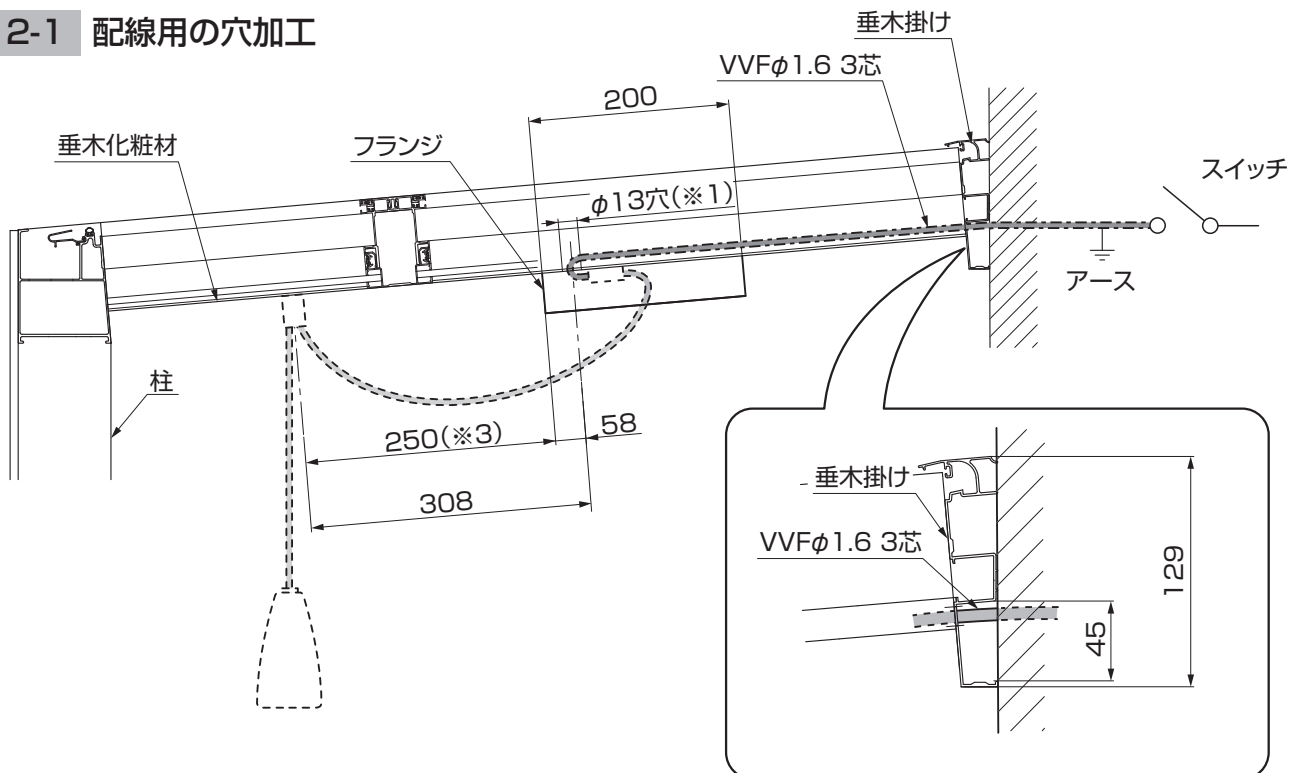
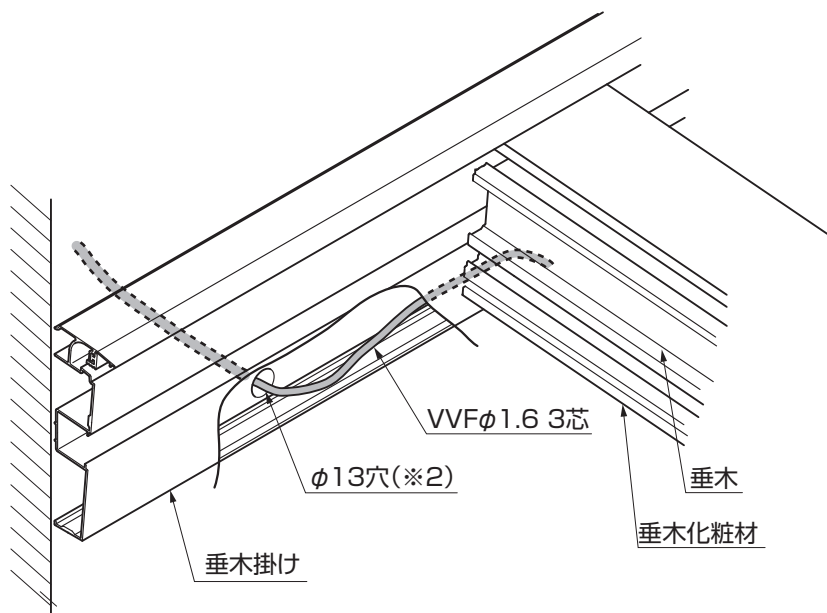

図2-1
図2-2
①垂木掛けと垂木化粧材にφ13の穴加工(※1)(※2)をしてください。(図2-1、図2-2参照)